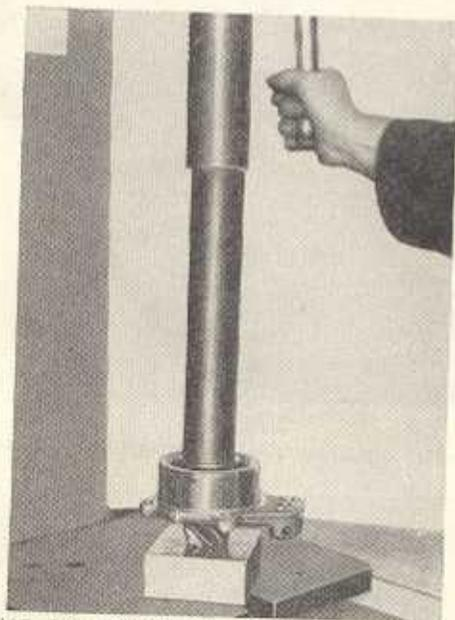

Bild G 105. Schrägkugellager auf die Kegelradwelle pressen
3. Schrägkugellager 3308 D auf den Sitz der Kegelradwelle pressen; dabei ist zu beachten, daß sich die Nummern auf den Innenringhälften in einer Höhe befinden (Bild G 105).